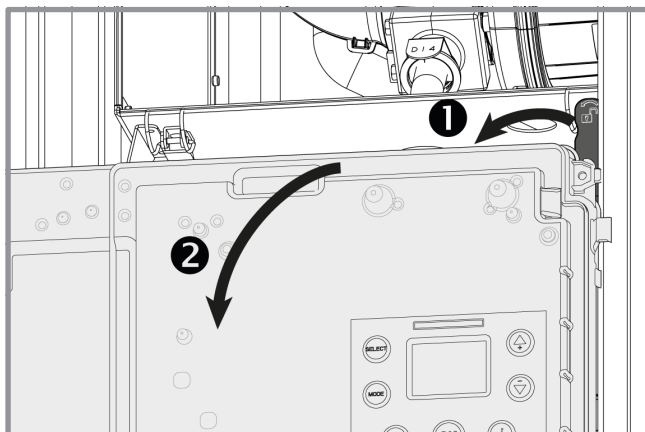

figura 23 - Acceso al cuadro eléctrico
- Desbloquee para bajar la caja eléctrica (1/2 figura 23).